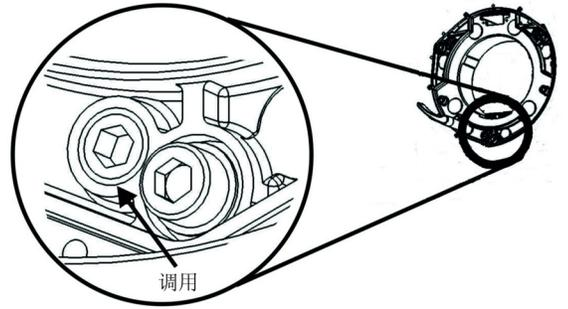

图 5 固定平
9. 安装 3 固定固定可复出厂视轴，参图 4。将固定与镜头固定正面平及内部镜头固定，参图 5。这可能同时要同时调整固定和有头。